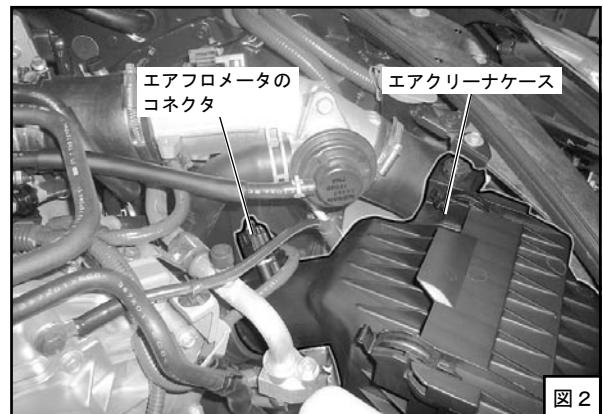

図 2
- (3) エアフローメータのコネクタを外してください。(図 2)
- (4) ポルトを外し、エアクリーナーケースを取り外してください。(図 2)